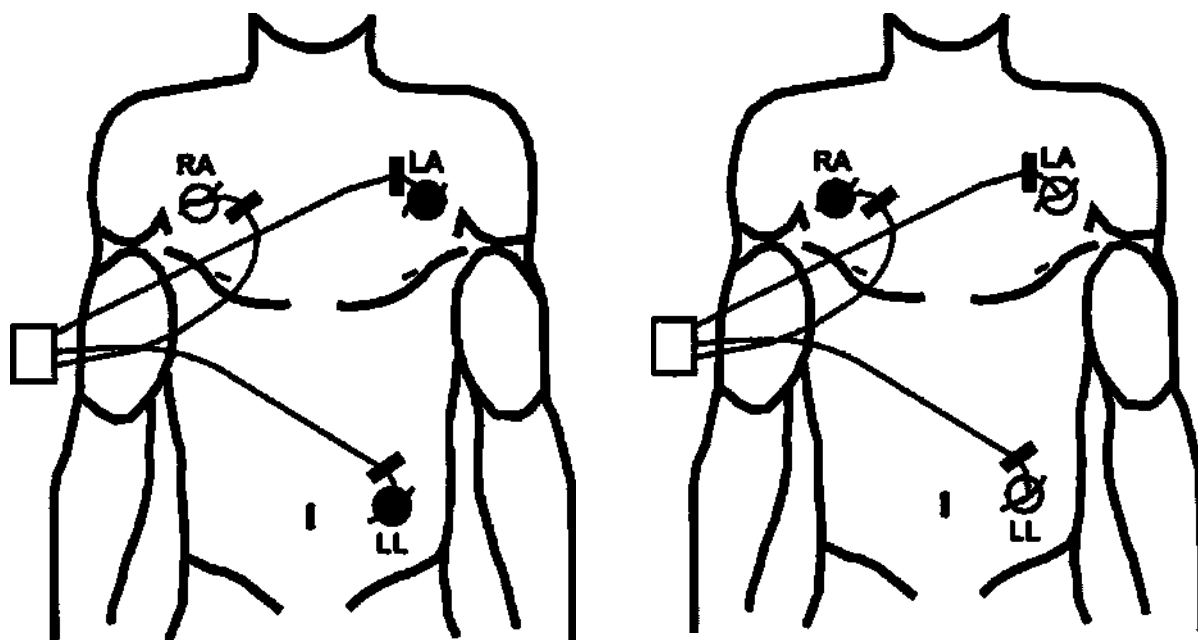

Рисунок 5.5 – Варианты подключения электродов
- подсоедините три отведения ЭКГ к электродам в правой части грудной клетки, в левой части грудной клетки и в среднем отделе живота в соответствии с обозначениями на обратной стороне кабеля: RA (AAMI —белый; IEC —красный), LA (AAMI —черный; IEC — желтый), LL (AAMI —красный; IEC —зеленый) так, как показано на рисунке (см. Рисунок 5.5).